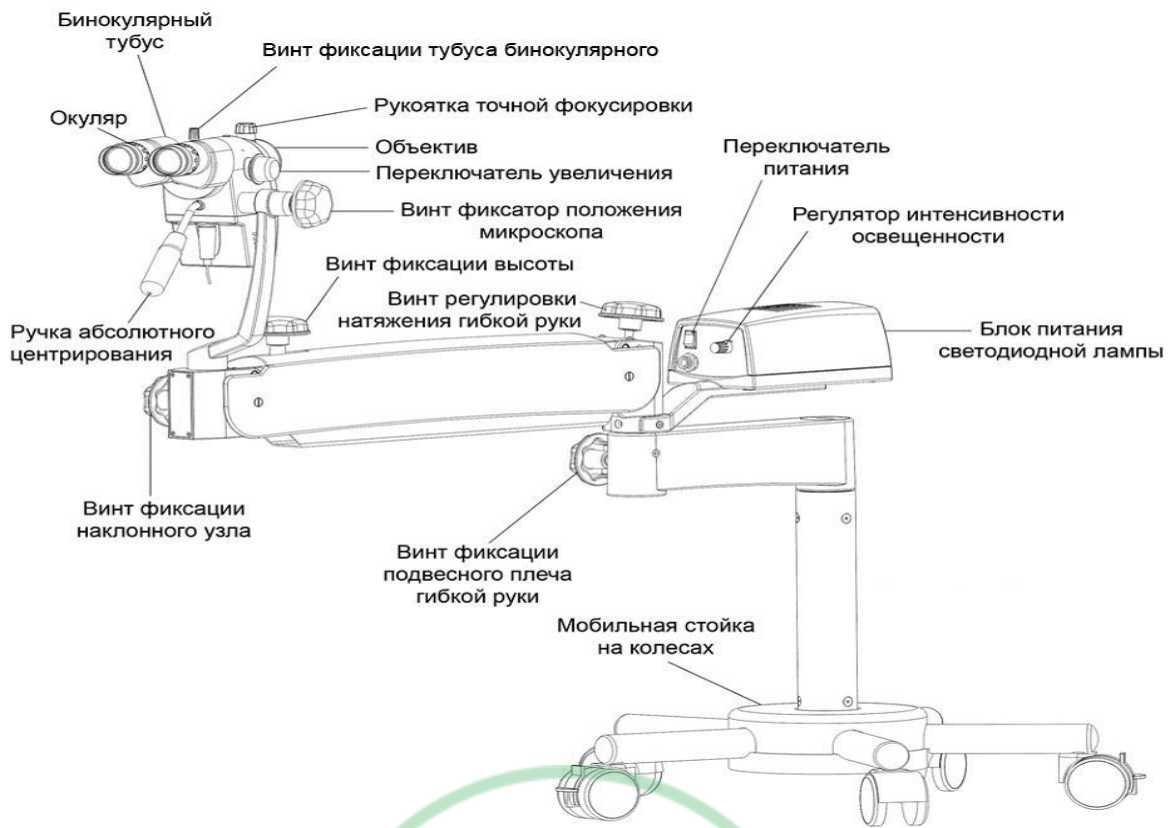

Рис. 5
8.2.1 Общий вид микроскопа (рис. 5)